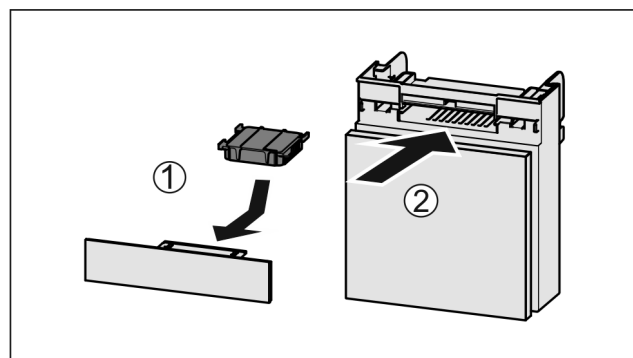

Fig. 81
- ▶ Wkładać Fig. 81 (1) filtr z węglem aktywnym zgodnie z ilustracją.
- ▶ Wsunąć komorę Fig. 81 (2).